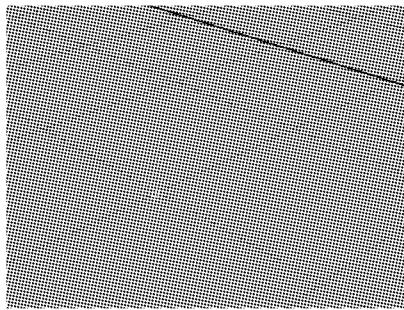

图 3-2 曲线的开始点
(2) 按住 X 键，启用网格吸附功能。单击创建出第 1 个控制点，第 1 个控制点的存在状态是一个小“空框”，它表示曲线的开始位置，如图 3-2 所示。
(3) 单击创建第 2 个点，该可控点的存在状态是一个小写字母 U，它表示曲线的方